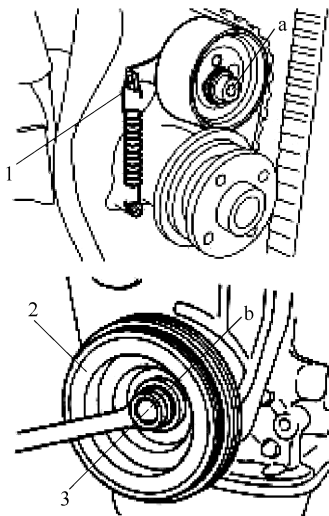

图 6-33 安装张紧轮
5) 为了拉紧正时带，安装后，顺时针转动曲轴两圈。确信正时带拉紧后，以规定力矩拧紧张紧器螺栓，如图 6-33 所示。